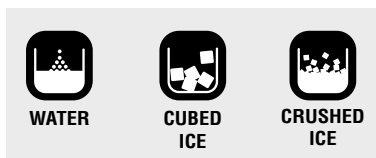

Figura 64
- Pulse el botón AGUA (WATER) se encenderá el LED y obtendrá agua en el dispensador. (Figura 64 icono WATER)
- Pulse el botón CUBOS DE HIELO (CUBED ICE) se encenderá el LED y obtendrá CUBOS DE HIELO en el dispensador. (Figura 64 icono CUBED ICE)
- Pulse el botón AGUA/HIELO para seleccionar HIELO PICADO, y se encenderá un rectángulo alrededor del icono. (Figura 64 icono CRUSHED ICE)